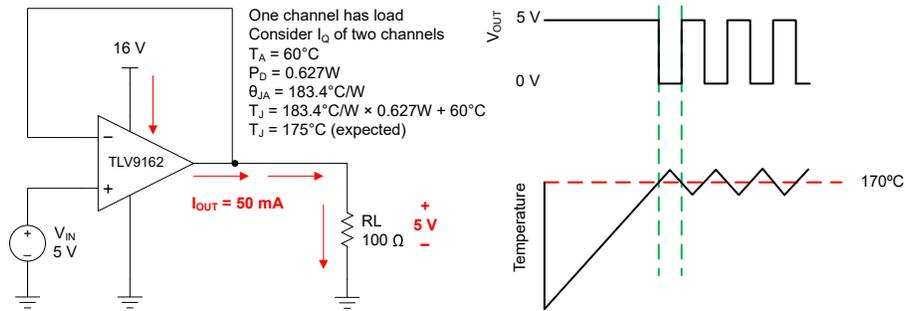

图 6-4. 过热保护
任何放大器的内部功耗都会导致内部温度（结温）升高。这一现象称为 *自热*。TLV916x 的绝对最大结温为 150°C 。超过此温度会损坏器件。TLV916x 具有过热保护功能，可减少自热造成的损坏。该保护功能的工作原理是监视器件的温度，并在温度超过 170°C 时关闭运算放大器输出驱动。图 6-4 展示了 TLV9162 的应用示例，该器件因为其功耗 (0.627W) 而产生显著的自热。在此示例中，两个通道都具有静态功耗，而其中一个通道具有很大的负载。热能计算表明，当环境温度为 60°C 时，器件结温达到 175°C 。不过，实际器件会关闭输出驱动来恢复到安全的结温。图 6-4 显示了电路在过热保护期间的行为。在正常工作期间，器件充当缓冲器，因此输出为 5V 。当自热导致器件结温升高超过内部限制时，过热保护强制输出进入高阻抗状态，并通过电阻 R_L 将输出拉至接地。如果依旧存在导致过大功耗的状况，放大器将在关断和启用状态之间振荡，直到输出故障得到纠正。请注意，热性能可能会因所选封装和 PCB 布局设计而有很大差异。此示例使用 TSSOP (8) 封装的热性能。